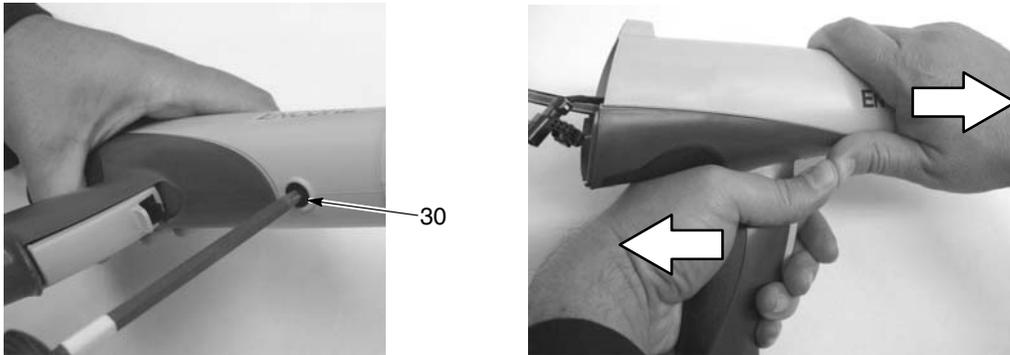

Figura 6-3 Separación del cuerpo de la pistola de la empuñadura
4. Ver la figura 6-3. Extraer el tornillo de nailon negro (30) del cuerpo de la pistola.